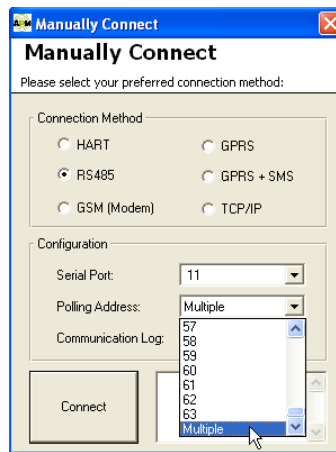

Рисунок 39
- В окне **Manually Connect** в поле **Polling Address** выберите значение «Multiple» (в конце списка сетевых адресов – см. Рисунок 39).